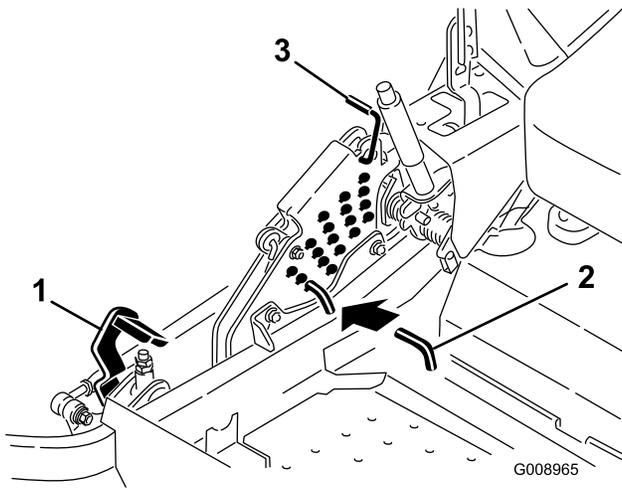

Figura 85
5. Empuje el pedal de elevación de la plataforma hacia delante del todo; la plataforma se enganchará en la posición de transporte de 14 cm (5-1/2 pulg.) (Figura 85).